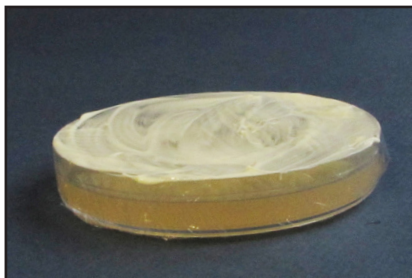

Fig. 1A
- Se non si ha disposizione un transilluminatore ma lampade UV, posizionare la crema e la lastra come indicato nelle Figure 1A e 1B.